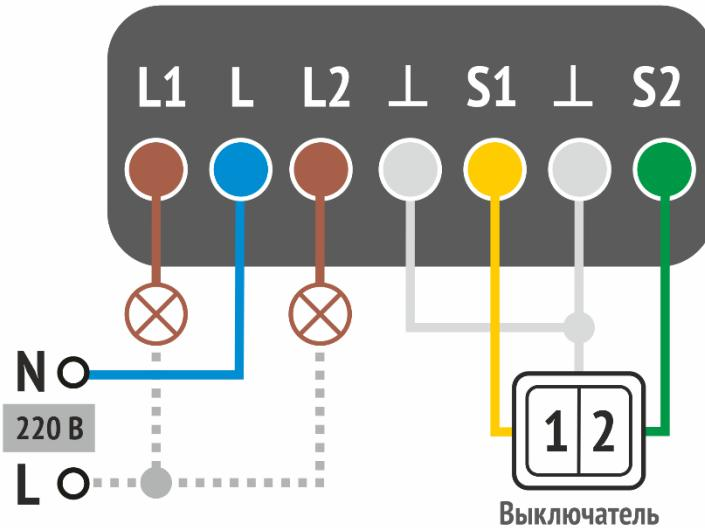

Рисунок 7.2 – Схема 2: Подключение модуля для управления двумя независимыми линиями освещения
- 3) Подключите провод нулевой линии к синему проводу (L) модуля.
- 5) Желтый (S1), зеленый (S2) и белые провода (\perp) модуля подключите к сухим контактам выключателей в соответствии со схемой (см. рисунок 7.2). Длина линий связи не должна превышать 15 м.